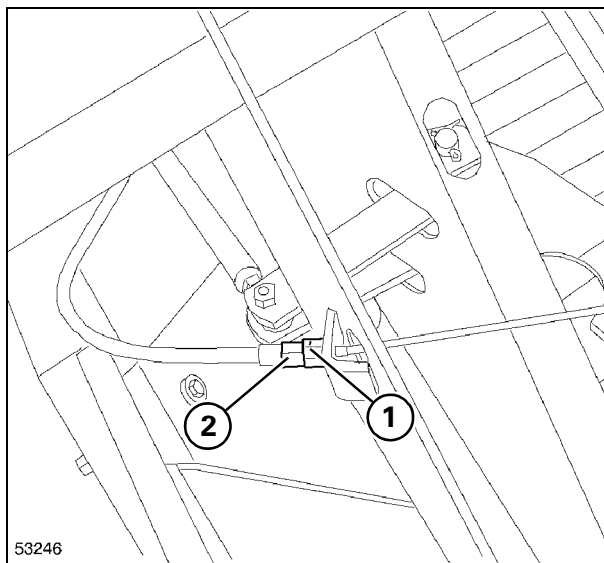

Рис. 35
27.)- Стояночный тормоз Рис. 35